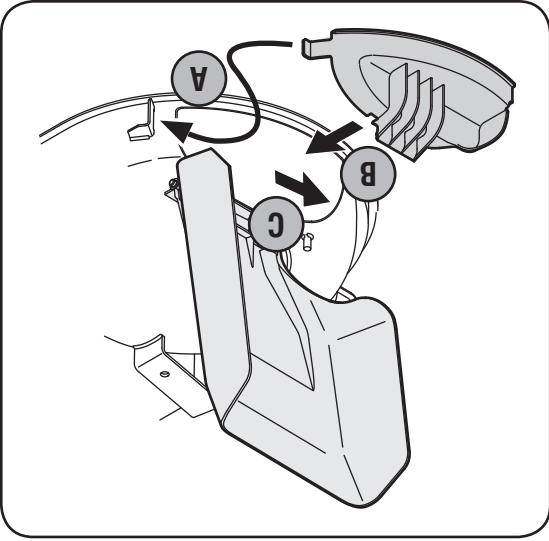

Figure 4-3
1. Enfoncez l'onglet de droite (A) du déflecteur dans le support du plateau de coupe. Voir la Figure 4-3.
2. Insérez le déflecteur de la goulotte dans l'ouverture d'éjection (B). Voir la Figure 4-3.
3. Une fois le déflecteur en position dans l'ouverture du plateau de coupe, poussez le déflecteur vers l'arrière de la tondeuse (C) pour bien le maintenir en place. Voir la Figure 4-3.